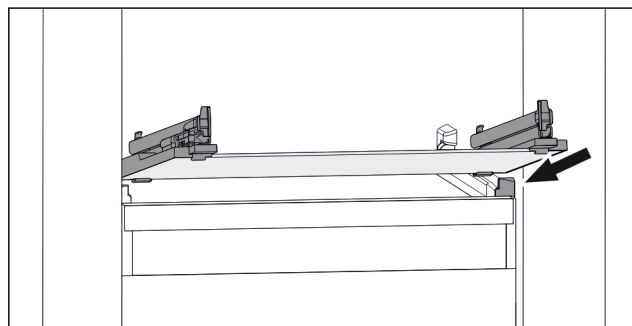

Fig. 46 Příklad znázornění skleněné desky
- ▶ Nasadte skleněnou desku šikmo za zářezky. (viz Fig. 46)